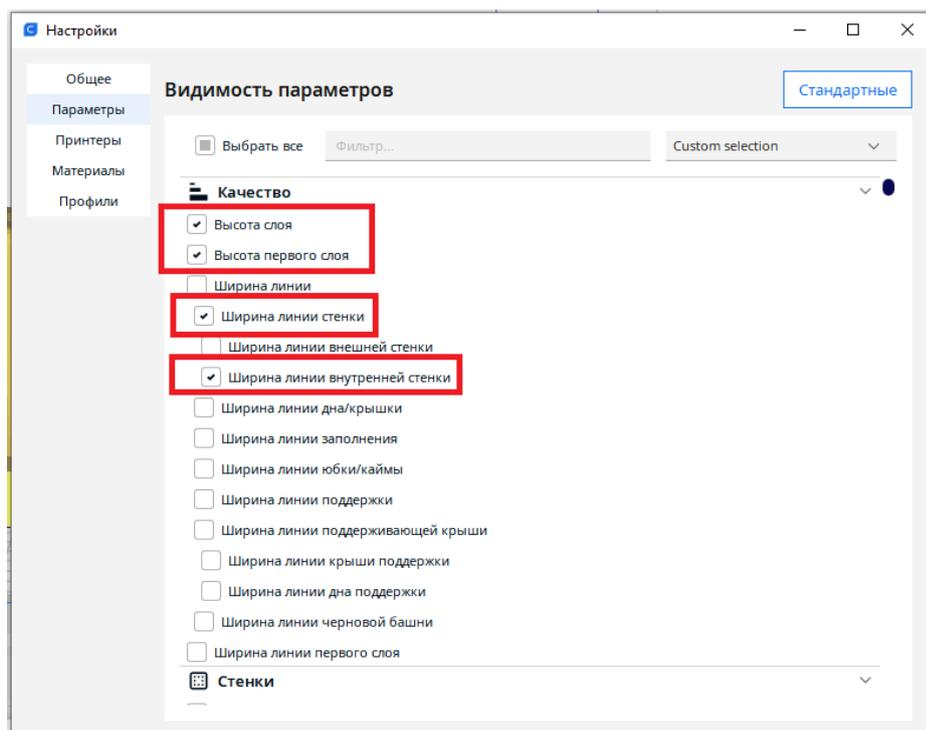

Рис. 124
4. Отмечаем галочками параметры, которые будем настраивать (рис. 124).